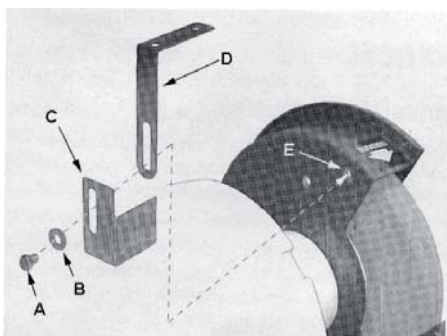

Рис. 2
- 2 - Установочные кронштейны защитного козырька для глаз (42)
- 4 - Установочные винты (46)
- 4 - Шайбы (48)
- 2 - Искрогасители (43) (44)
- 4 - Гайки (47)
- Смотрите на Рисунок 2, чтобы убедиться, что вы установили их правильно.
Ссылаясь на Рисунок 2: